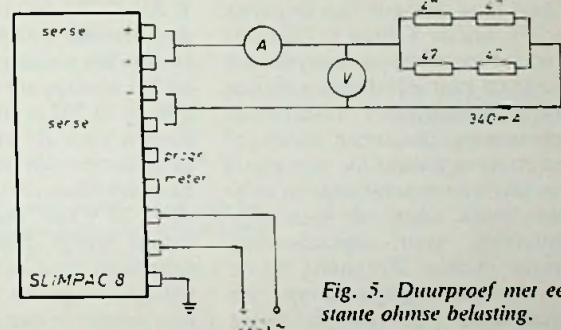

Fig. 5. Duurproef met een constante ohmse belasting.
4) Duurproef met de max. stroom volgens fig. 5. Door de uitstekende koeling loopt de temperatuur slechts langzaam op, waarbij de voeding na 12 uur continu belasten flink handwarm wordt; dit is het uiteindelijke „stabilisatiepunt”.